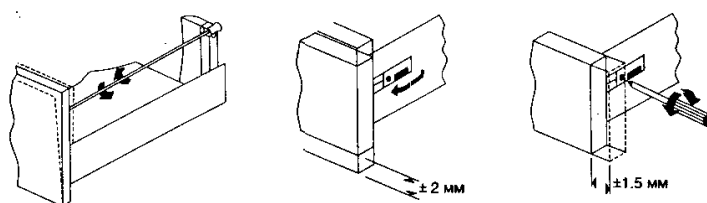

Рис.6
8. Проведите регулировку положения фасада (рис.6):